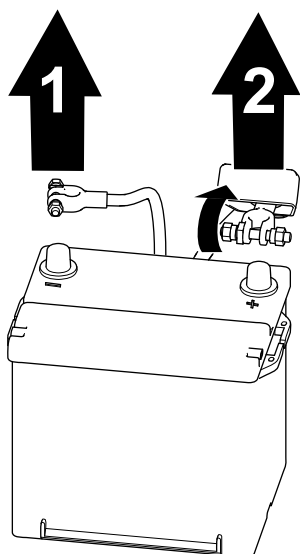

Рисунок 59
1. Отсоедините отрицательный кабель аккумулятора от штыря аккумулятора (Рисунок 59).
2. Снимите изолирующий колпачок и отсоедините положительный кабель аккумулятора от штыря аккумулятора (Рисунок 59).